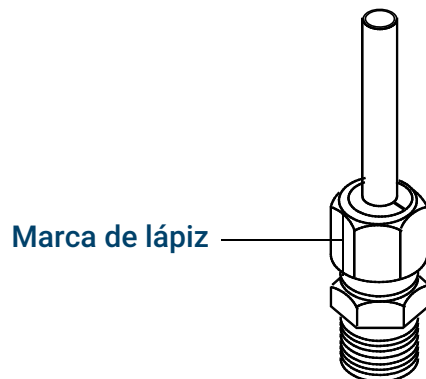

Figura 27. Marcado de la conexión
6. Marque la tuerca con un lápiz. Consulte la Figura 27.